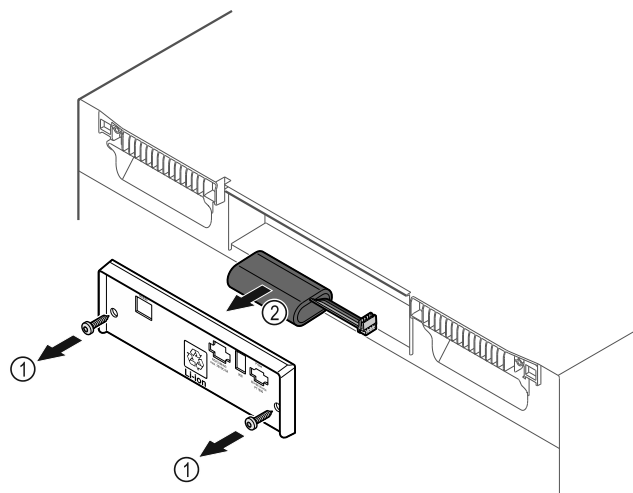

Fig. 186
- ▶ Skruva ut skruvarna och ta bort kåpan på baksidan av skåpet Fig. 186 (1).
- ▶ Lossa batteriet och ta ut det Fig. 186 (2).